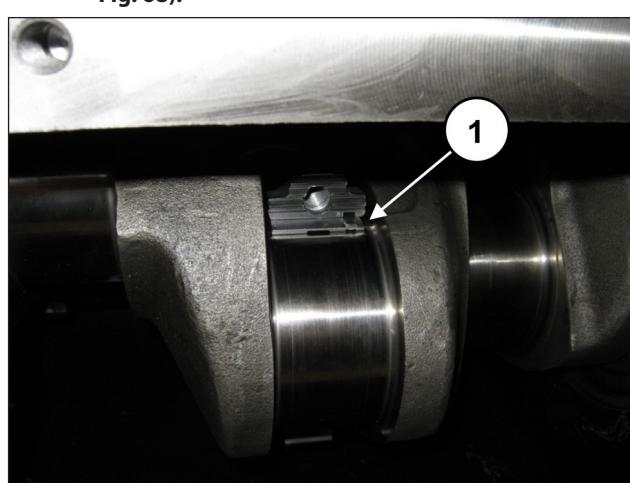

Fig. 67
Introducir los semicojinetes superiores entre las bielas y el eje (pos. ①, Fig. 67).